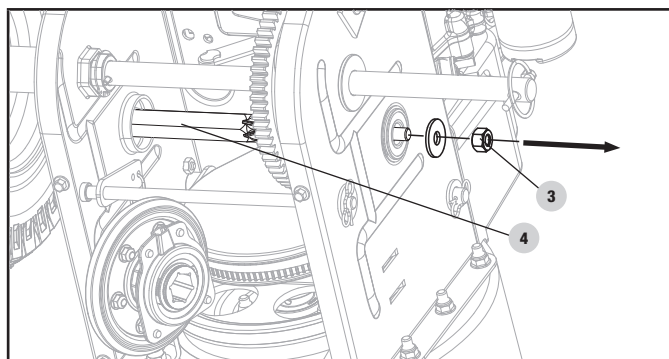

Figure 34A
4. Enlevez prudemment l'écrou hexagonal M10 (3) qui fixe l'arbre hexagonal (4) au châssis de la souffleuse à neige, puis tapotez doucement sur l'extrémité de l'arbre pour déloger le roulement à billes du côté droit du châssis. (figure 34A)